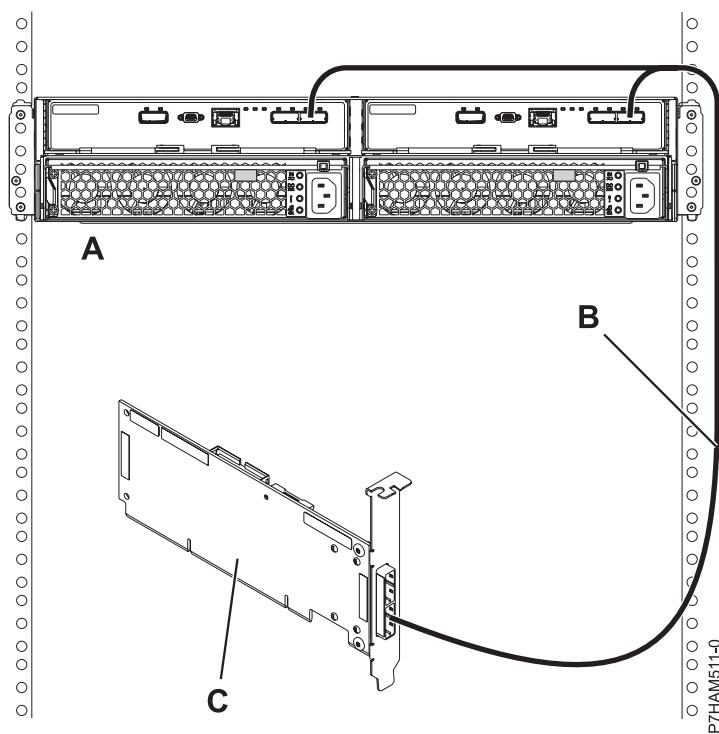

Figure 35. Mode 1 de connexion d'un boîtier d'unité de disque 58/87 via un câble YO à un adaptateur SAS unique
8. Effectuez la connexion de mode 1 d'un boîtier d'unité de disque 58/87 (A) via un câble YO (B) vers un adaptateur SAS unique (C), comme illustré dans la figure 35, à la page 70.